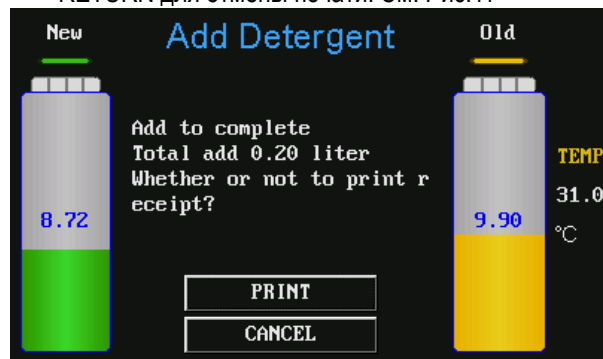

Рис. 11
- 3) По завершении операции заливки система автоматически отобразит меню печати. Нажать кнопку ENTER для выбора печати, нажать кнопку RETURN для отмены печати. См. Рис.11